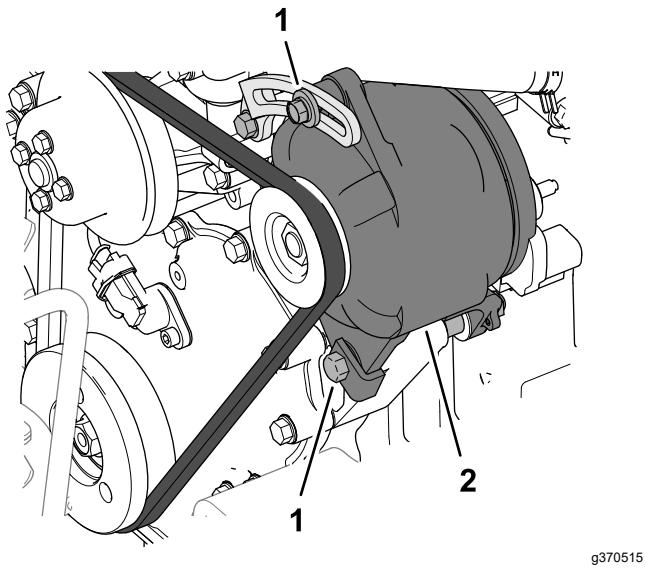

Bild 150
Prüfen Sie den Zustand und die Spannung der Treibriemen (Bild 150) alle 100 Betriebsstunden.
5. Wenn die Auslenkung des Riemens mehr oder weniger als 10 mm beträgt, lösen Sie die Befestigungsschrauben der Lichtmaschine (Bild 150).